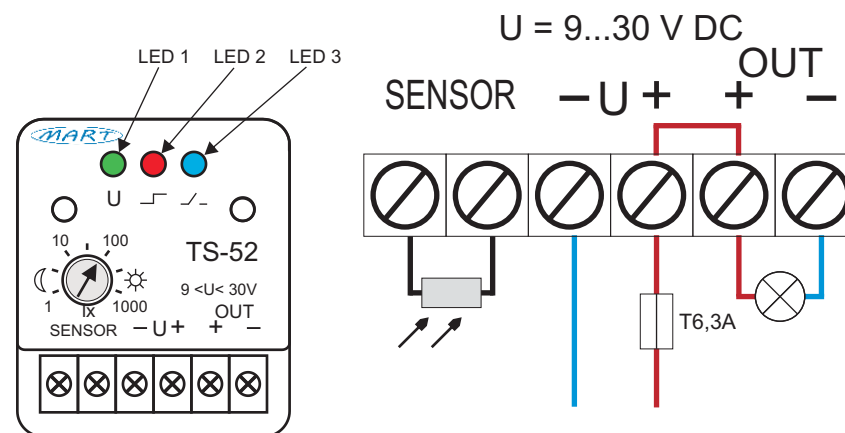

Abb. 2.: Beschreibung der LED-Leuchten an der Gehäusefront und Anschlusspläne des DÄMMERUNGSSCHALTERS TS-52-4.
3. Verbinden Sie die Zuleitungen gemäß dem Diagramm (Abb. 2)